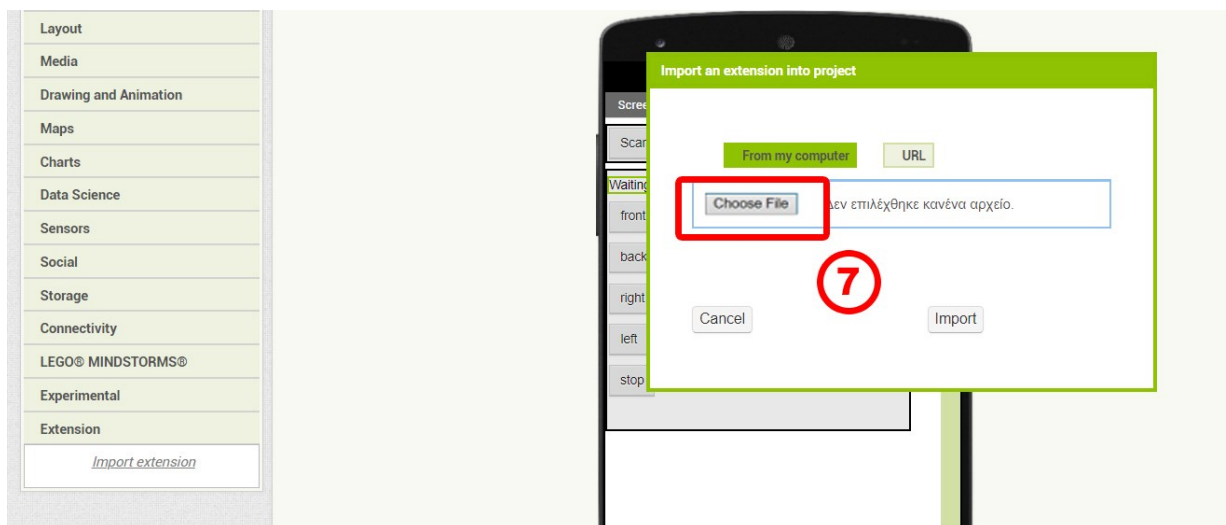

Figure 10 : Cliquez sur le bouton Choisir un fichier pour rechercher le fichier d'extension dans votre dossier local.
Dans le menu contextuel, cliquez sur le bouton *Choose File* (7) pour rechercher dans votre dossier local et sélectionner l'extension téléchargée (figure 10). Assurez-vous que l'option "A partir de mon ordinateur", située au-dessus du bouton *Choisir un fichier*, est sélectionnée.